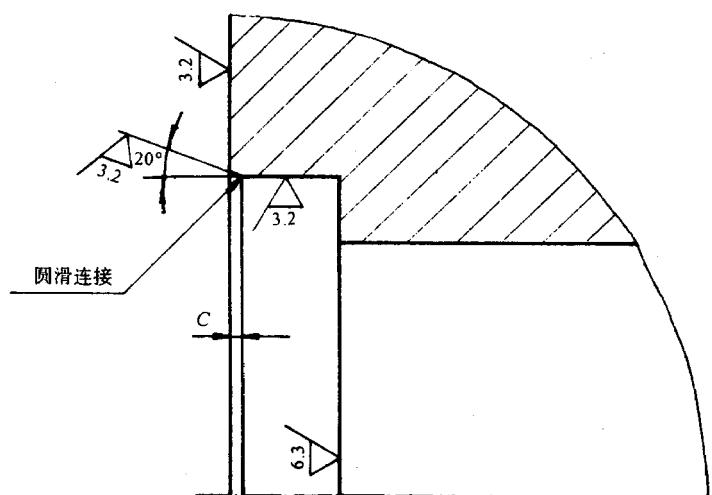

图 2
7.4.1 安装静止环辅助密封圈的端盖（或壳体）的孔的端部按图 2 和表 2 的规定。
7.4.2 密封端盖（或壳体）与辅助密封圈接触部位的表面粗糙度按图 2。